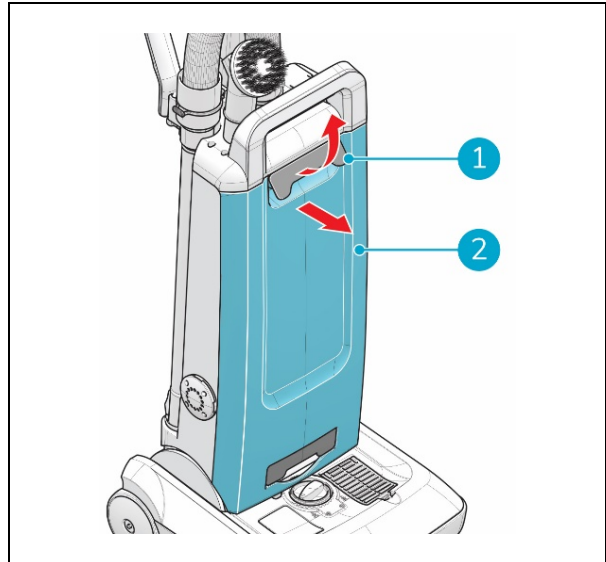

Abbildung 11
1. Öffnen Sie die Entriegelung der vorderen Abdeckung (Abbildung 11, Pos. 1).
2. Heben Sie die vordere Abdeckung ab (Abbildung 11, Pos. 2).